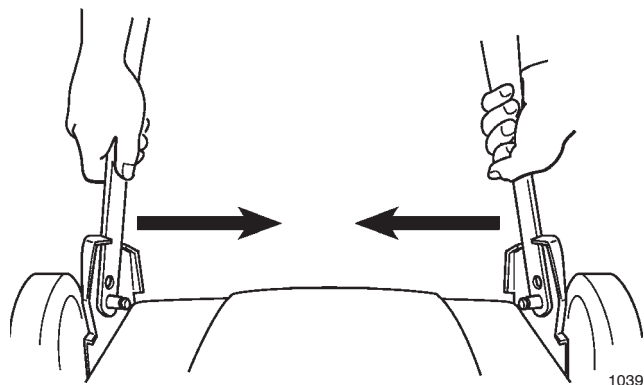

Figure 107
1. Serrer les montants inférieurs du guidon l'un vers l'autre pour les dégager des butées du support (Fig. 107).